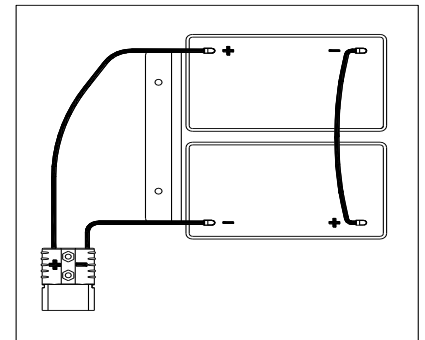

Figura 3
A máquina requere duas baterias de 12V, ligando-as de acordo com a Figura 3.
- Abra a capa do tanque de recuperação (4) e verifique se o tanque (3) está vazio; se não estiver, esvazie-o com a mangueira de drenagem (15).
- Feche a capa do tanque de recuperação (4).
- Gire o tanque de recuperação (3) cuidadosamente.
- Encaminhe e instale o cabo da bateria como mostrado na (Figura 3), e aperte a porca em cada terminal da bateria.
- Baixe cuidadosamente o tanque (3).